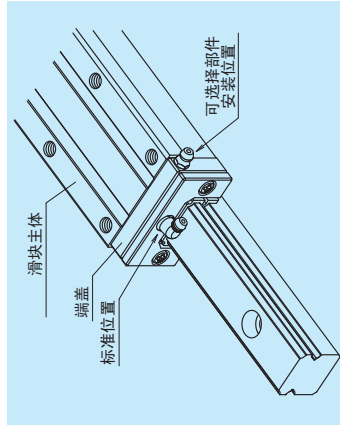
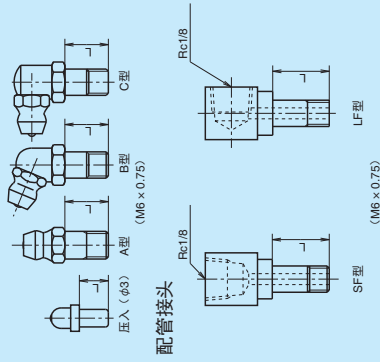

图 13 润滑用零件的安装位置
图 12 润滑脂注油孔和专用配管接头
(1) 润滑零件的种类
- HS 系列中使用的润滑脂注脂嘴和专用的油管接头详见图 12、表 7。
- 根据双密封垫片、护板、NSK K1 等防尘零件的选用情况，配备不同长度尺寸 (L) 的润滑用零件。根据所需的防尘规格来选取相应的润滑零件，组装使用。如因供油或供脂的原因而需变更润滑零件长度尺寸 L 时，请与 NSK 协商。
(2) 润滑部件的安装位置
- 润滑脂注入嘴标准型号的位置是安装在滑块的端面，作为自选也可安装在端盖的侧面 (图 13) 将润滑脂注入嘴和专用接管接头安装到滑块主体上面或侧面时，请与 NSK 咨询。